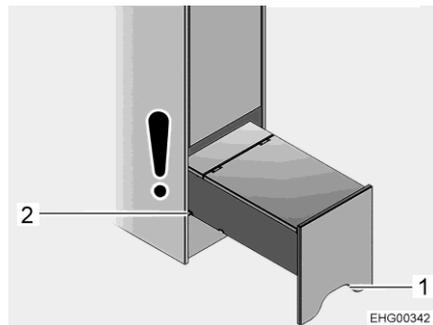

Fig. 79 Dispositivo de ascenso (completamente extraído)
- Agarrar el dispositivo de ascenso por el recorte (Fig. 79,1), levantarlo ligeramente y extraerlo hasta la segunda ranura (Fig. 79,2).